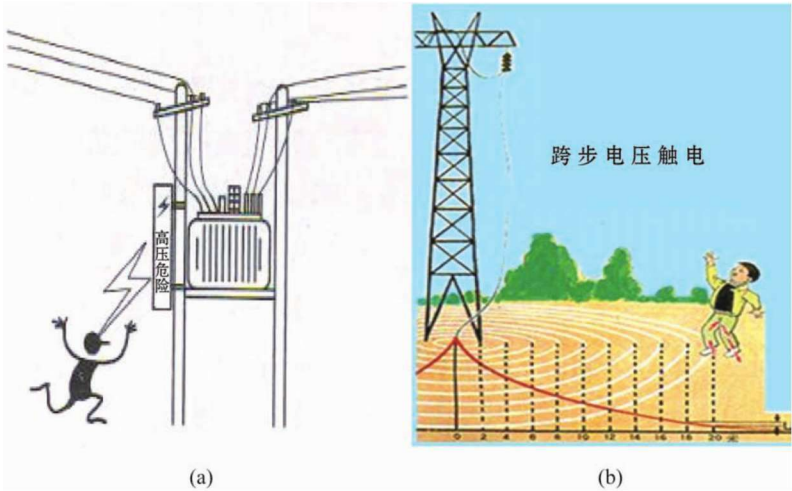

图 1-2-2 高压触电常见类型
(2) 高压触电。高压触电比低压触电危险得多,常见的高压触电类型有高压电弧触电和跨步电压触电。
① 高压电弧触电。人靠近高压线(高压带电体),因空气弧光放电造成的触电,称为高压电弧触电,如图 1-2-2(a)所示。
② 跨步电压触电。人走近高压线掉落处,前后两脚间电压超过了 36V 造成的触电,称为跨步电压触电,如图 1-2-2(b)所示。